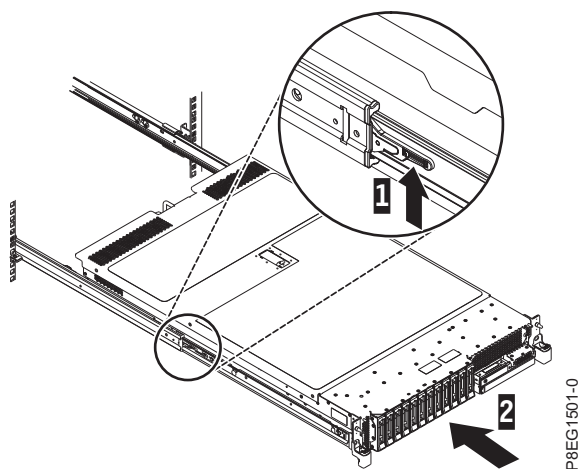

Abbildung 8. Anheben der Entriegelungshebel und Drücken des Servers in das Rack
3. Heben Sie die blauen Entriegelungshebel (1) an den Schienen an und schieben Sie den Server (2) ganz in das Rack hinein, bis er einrastet. Einzelheiten finden Sie unter Abb. 8.